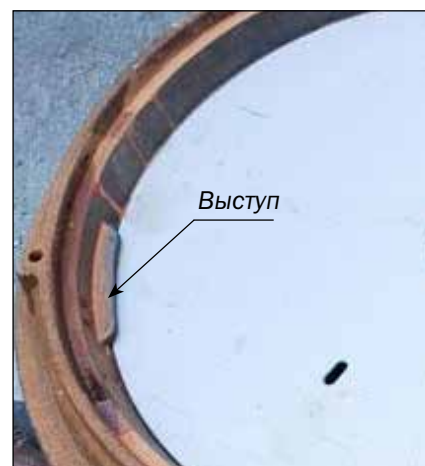
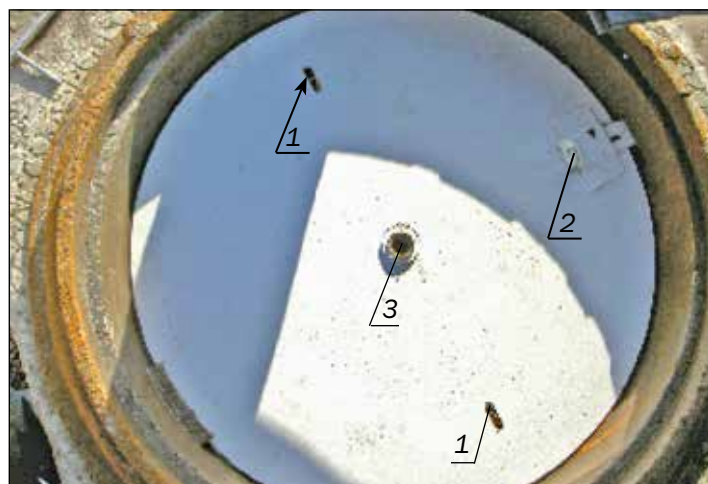

Рисунок 4.1 – Нижняя крышка УЗЛ-Л (УЗЛ-Т), установленная в корпус люка под его выступ
Рисунок 4.2 – Установленная нижняя крышка УЗЛ-Л (УЗЛ-Т):
- установить, не прилагая усилий, нижнюю крышку УЗЛ-Л (УЗЛ-Т) в корпус люка под имеющийся у него выступ (рис. 4.1), используя два крюка, вставленные в пазы крышки (рис. 4.2 поз 1). Убедиться в плотном прилегании нижней крышки к опорной поверхности корпуса люка колодца.
- ввести (задвинуть) задвижку в паз корпуса люка колодца (рис. 4.2 поз 2). При необходимости опломбировать нижнюю крышку, пропустив пломбировочную проволоку через отверстия в задвижке и упоре;